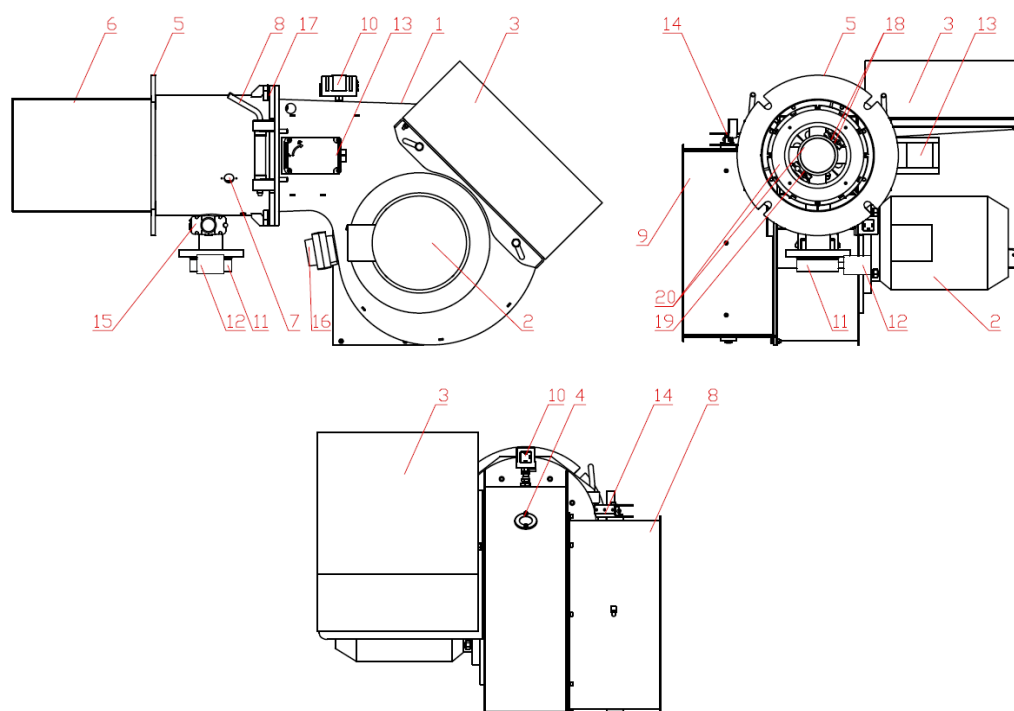

Рис.1. Общий вид устройства горелочного серии Т-1.60 G.E.
1.3.1 Состав устройства горелочного серии Т-1.60 G.E и размещение составных частей показаны на рис.1.